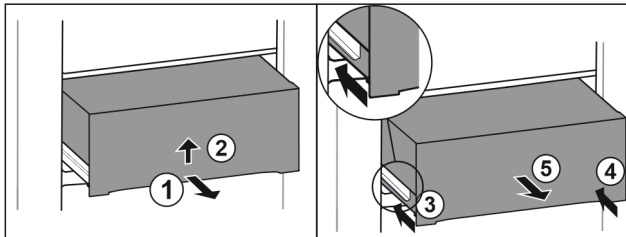

Fig. 40
- ▶ Tirer le tiroir jusqu'à mi-chemin. Fig. 40 (1)
- ▶ Soulevez le tiroir par le bas. Fig. 40 (2)
- ▶ Rentrer le rail de gauche. Fig. 40 (3)
- ▶ Rentrer le rail de droite. Fig. 40 (4)
- ▶ Retirer le tiroir par l'avant. Fig. 40 (5)